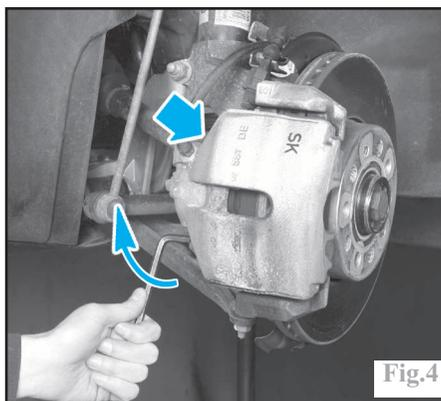

Fig.4
- les vis de colonnette inférieure puis supérieure (Fig.4).
- les vis de colonnettes inférieure puis supérieure (Fig.4).